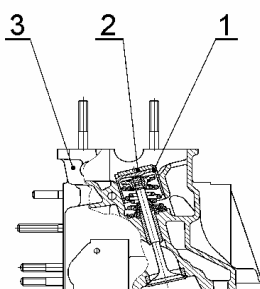

Рис.11. Извлечение толкателей клапанов на двигателе ВАЗ-2114:
5.1.15 Извлечь толкатели 1, рис.11, клапанов в сборе с регулировочными шайбами 2 из головки цилиндров 3. Для сохранения порядка установки промаркировать детали клапанного механизма любым способом, не приводящим к повреждению деталей.
5.2.1 Смазать моторным маслом гнезда толкателей в головке 3, рис.11, цилиндров, рабочие поверхности толкателей 1 клапанов и регулировочных шайб 2 (масло моторное в соответствии с Приложением 1 действующих "Норм расхода материалов для ТО и ремонта автомобилей ВАЗ", норма расхода - 10 г).